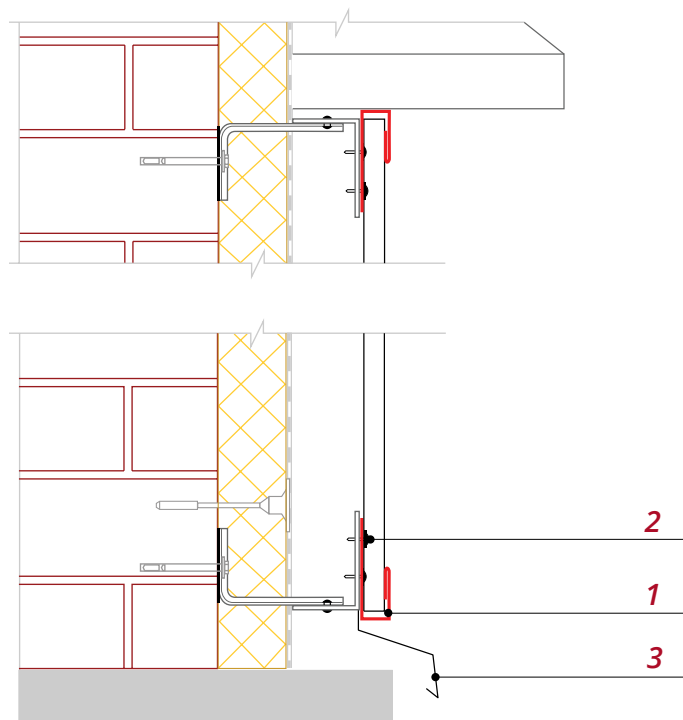

Рис. 4
- Установите J-профиль **1** по нижней линии облицовки фасада, по уровню, строго горизонтально (рис. 4). Закрепите планку саморезами **2**. Если предусмотрен цокольный отлив **3**, установите его до монтажа планки.
1. Используется J-профиль (рис. 4).